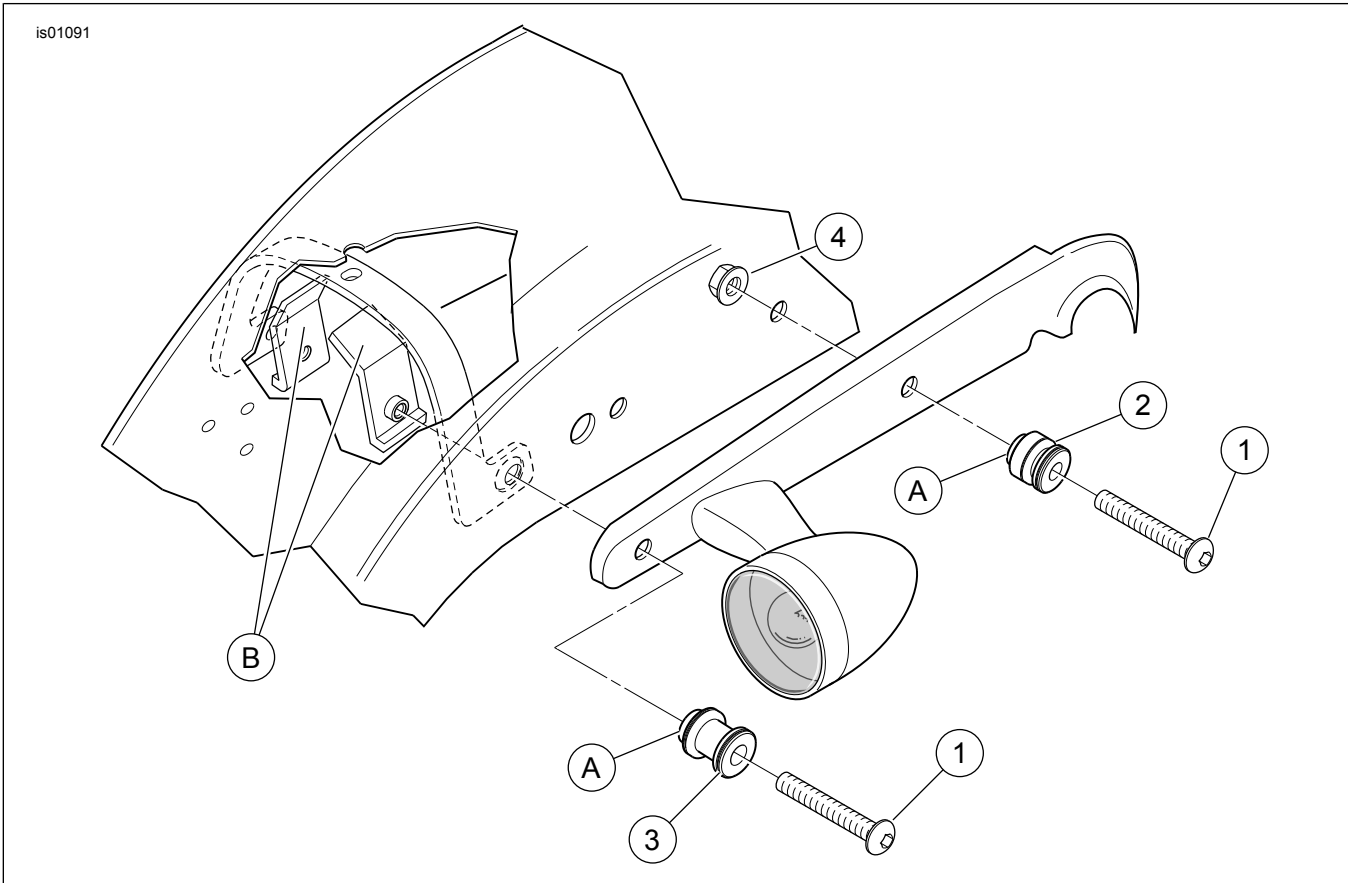

Abbildung 2. Ersatzteile: Befestigungsstellen-Ausrüstung
Siehe Abbildung 2 und Tabelle 1.
2. Die hintere Schraube (2) und die Clipmutter (4) von der Schutzblechstützenabdeckung des Hinterrads abmontieren. Die Schraube entsorgen, jedoch die Clipmutter aufbewahren.
3. Siehe Abbildung 2. Aus dem Teilesatz eine vordere Befestigungsstelle (2), eine Schraube (1) und eine Sicherungsmutter (4) entnehmen. An einem Ende der Befestigungsstelle befindet sich ein Ring mit kleinerem Durchmesser. Die Befestigungsstelle so auf die Schraubengewinde stecken, dass das Ende mit dem kleinen Ring vom Schraubenkopf abgewandt ist. Einige Tropfen Loctite® 243 (blau) auf das Schraubengewinde auftragen. Die Schraube so in das vordere Loch in der Schutzblechstütze stecken, dass der Ring an der Befestigungsstelle zum Loch hin gerichtet ist. Eine Sicherungsmutter von unterhalb des Schutzblechs auf das Schraubengewinde schrauben. Die Sicherungsmutter auf ein Drehmoment von 20 N·m (15 ft-lbs) anziehen.
4. Eine hintere Befestigungsstelle (3) und eine Schraube (1) aus dem Teilesatz entnehmen. Außerdem wird die zuvor ausgebaute Clipmutter benötigt. An einem Ende der Befestigungsstelle befindet sich ein Ring mit kleinerem Durchmesser. Die Befestigungsstelle so auf die Schraubengewinde stecken, dass das Ende mit dem kleinen Ring vom Schraubenkopf abgewandt ist. Einige Tropfen Loctite 243 (blau) auf das Schraubengewinde auftragen. Die Schraube so in das hinterste Loch in der Schutzblechstütze stecken, dass der Ring an der Befestigungsstelle zum Loch hin gerichtet ist. Die Clipmutter von unterhalb des Schutzblechs auf das Schraubengewinde schrauben. Die Schraube auf ein Drehmoment von 20 N·m (15 ft-lbs) anziehen.